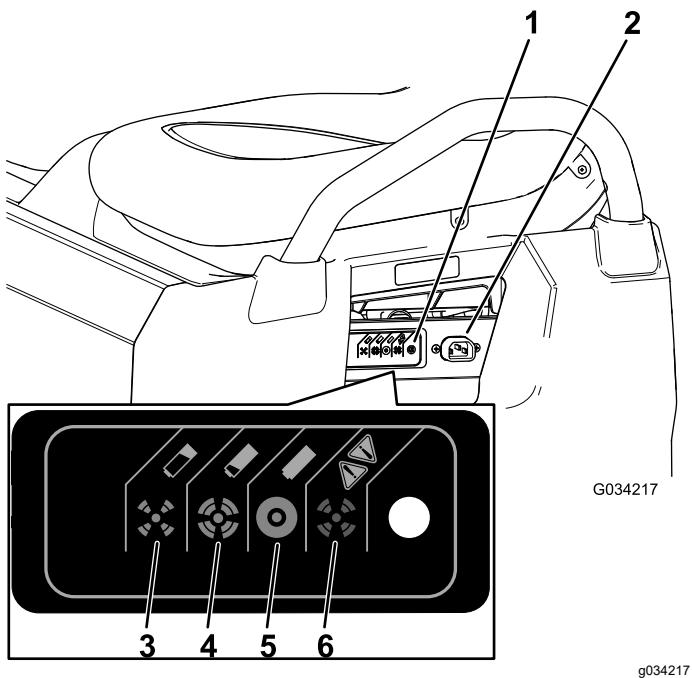

Bild 37
- Schließen Sie ein **16er (oder dickeres) 2,5 m oder kürzeres Ladekabel** an der Ladesteckdose der Maschine an (**Bild 37**).
In der folgenden Tabelle und in **Bild 37** finden Sie Informationen über die Bedeutung der verschiedenen Farben der Statuslampe am Ladegerät.